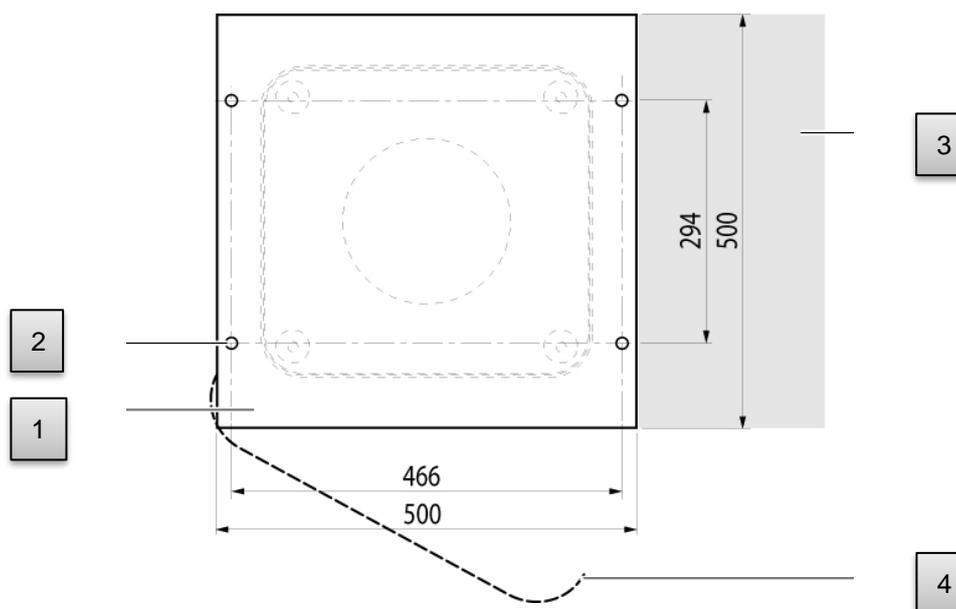

Figura 4 Plantilla para taladrar.
El CHM 15k precisa una superficie de instalación de 50 x 50 cm. Debe instalarse y montarse sobre una cimentación de hormigón estable y resistente. La inclinación de la superficie de instalación no puede ser superior a 5 mm/m. Antes de instalar el CHM 15k deben practicarse en la cimentación de hormigón los orificios e introducirse los tacos (\varnothing 12 mm, 4 tacos incluidos en el volumen de suministro) según la plantilla para taladrar (ver Figura 4). Tener en cuenta la orientación de la puerta exterior respecto de la acometida eléctrica en la caja de acometida del titular.
- ⇒ Posicionar el CHM 15k en su posición de instalación (vertical) sobre la cimentación de hormigón. Tener en cuenta la puerta exterior respecto de la ubicación de la caja de acometida eléctrica del titular (ver Figura 4).